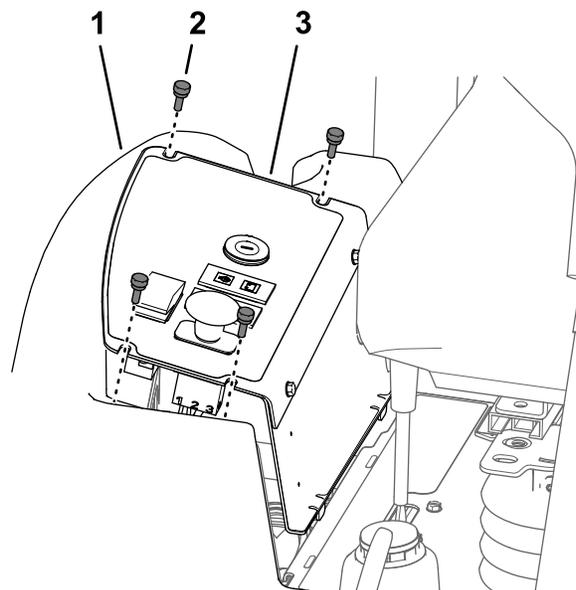

図 55
1. コントロールパネルのプレートを機体に固定しているねじ4本を外す 図 55。
2. コントロールパネルのカバーを持ち上げる 図 55。
3. コントロールパネルプレートの上にあるスロットを、燃料タンクのフランジの穴に合わせる 図 55。
4. コントロールパネルプレートを燃料タンクのフランジに取り付けるつまみねじ4本 図 55ステップ1 コントロールパネルのプレートを外す (ページ 47) で外したものを使用する。